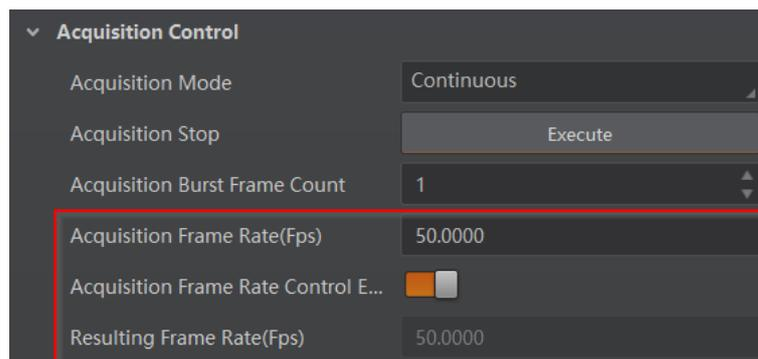

图3-1 帧率设置
2. 启用 *Acquisition Frame Rate Control Enable* 参数，如图 3-1 所示。